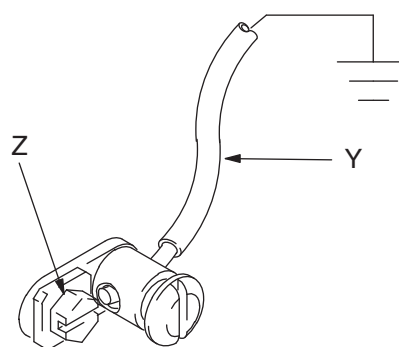

図 2
ポンプ: 接地線およびクランプを使用します (図 2)。接地ネジ (Z) を取り外し、接地線 (Y) の末端にあるリングターミナルの孔口に挿入します。接地ネジをポンプに締め付けて、しっかりと固定します。接地クランプを大地アースに接続します。